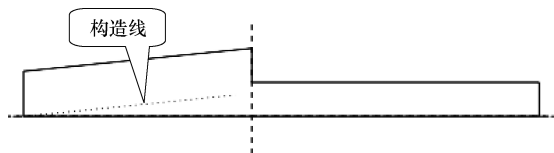

图 4-128 最后的截面图形
(9) 选中所做的锥度斜线，按下鼠标右键，在弹出的快捷菜单选择【构建】选项，将该线修改为构造线，如图 4-128 所示。